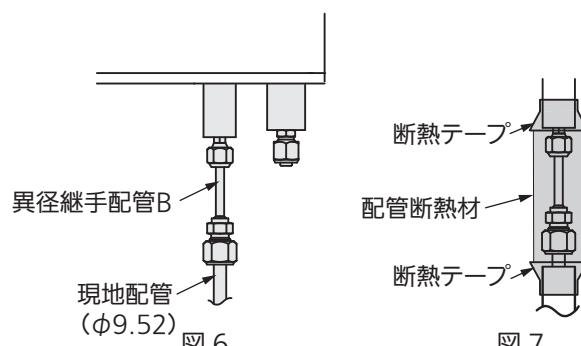

図6
- 異径継手配管Bのフレアナットをはずして現地配管と接続してください。(図6)